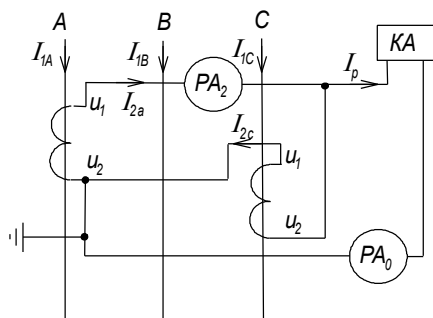

Рис.1. Схема соединения трансформаторов тока и обмоток токового реле по двухфазной однорелейной схеме.
3. Определить степень селективности между смежными максимальными токовыми защитами с выдержкой времени 1 и 2 (рис.1), для случаев: А) защиты имеют независимую от тока характеристику времени срабатывания; Б) защиты имеют ограниченно зависимую характеристику; В) 1 комплект имеет зависимую, 2 – независимую характеристику.